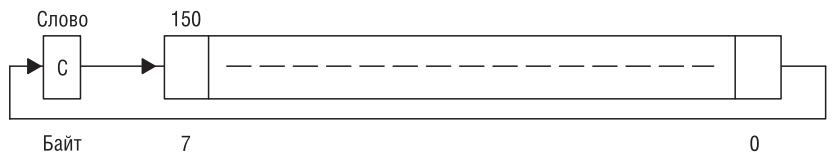

Рис. 3-17. Операнд получателя – сдвиг вправо через перенос
Описание	Операнд получателя сдвигается вправо на одну позицию, как показано на рис. 3.17. Бит переноса (C) сдвигается в старший бит MSB, младший бит LSB сдвигается в бит переноса (C).